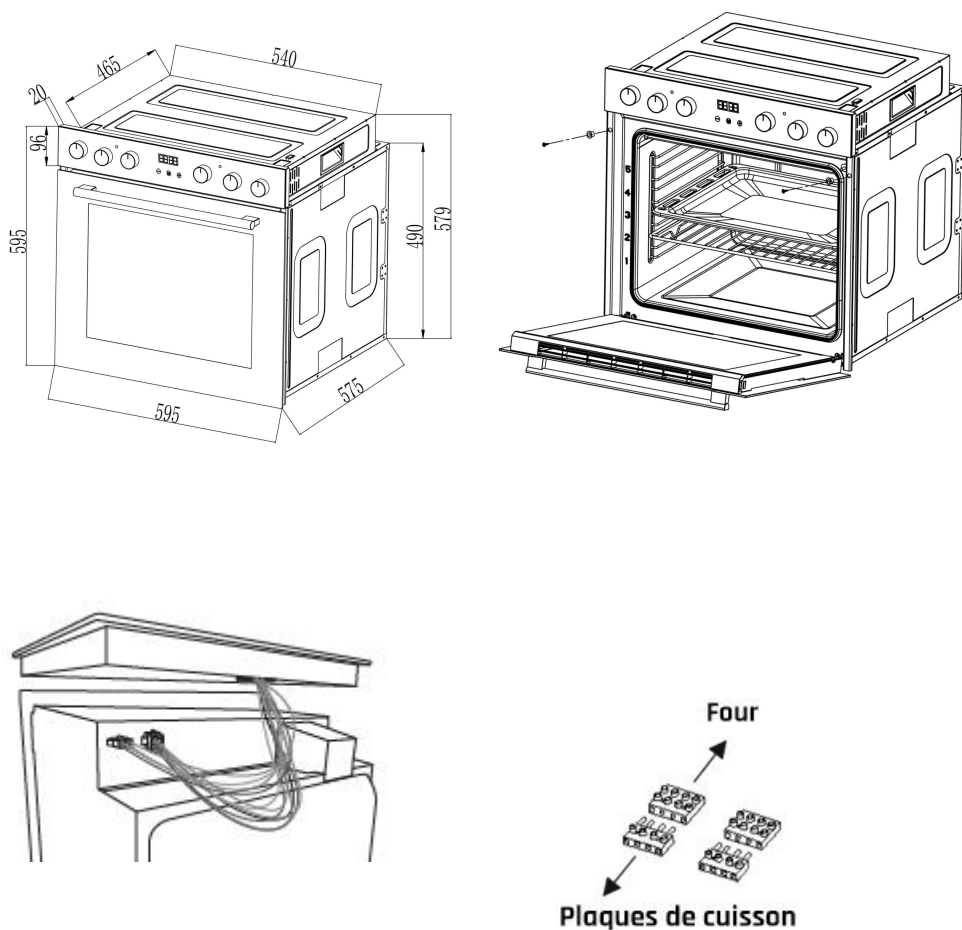

figure 3
2.Installation du four : (comme indiqué dans la figure 3)